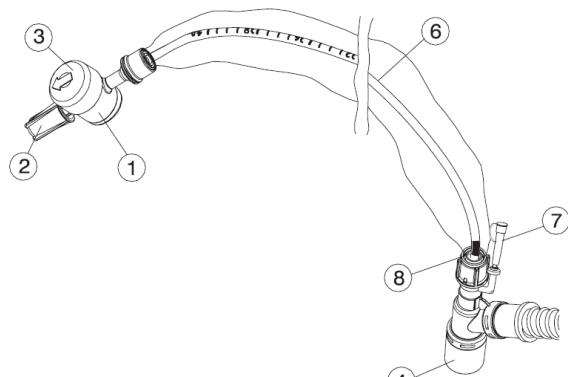
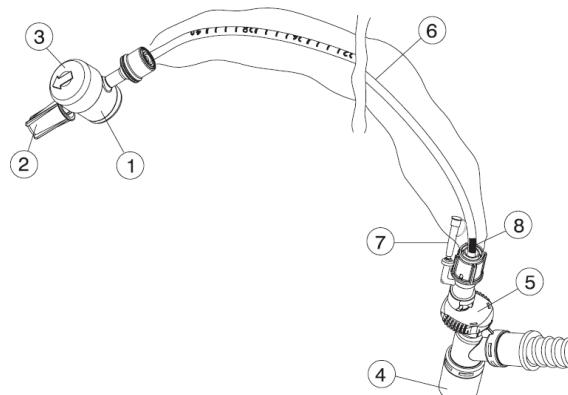

図1 固定型吸引カテーテル
図2 分離・交換型吸引カテーテル
- (1) 使用している気管/気管切開チューブに合わせて、本品のサイズを選択する。通常、成人患者の吸引カテーテルの外径は気管/気管切開チューブの内径の半分以下にすること。
(2) 本品を保護パッケージから取り出す。
(3) 本品を取り付ける前に、洗浄ラインのキャップを閉じる。
(4) 保護キャップ(②)を取り外した後、吸引バルブ(①)の近位端をバキュームラインに接続する。バキュームアダプターを使用している場合は、この時点で取り付ける。(図1及び図2)
(5) 吸引バルブボタン(③)を押しながら吸引バルブ(①)を作動させ、吸引圧を設定する。吸引圧は院内で定められたプロトコル、もしくは関連する文献に従って設定した下記に準ずること。